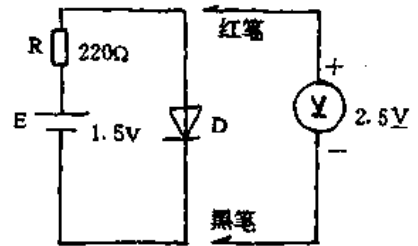

图 6-3 测量正向电压区别锗、硅二极管
(2)测量电压法。一般锗二极管的正向电压为  $0.1 \sim 0.3V$ ,硅二极管的正向电压为  $0.6 \sim 0.8V$ ,可根据其正向电压区别锗、硅二极管。如图 6-3 所示,  $D$  为普通二极管,  $E$  是  $1.5V$  干电池,  $R$  是限流电阻,取  $220\Omega$  左右。接通电路,万用表放在直流  $2.5V$  档,测量二极管的正向导通电压  $V_D$ ,如果  $V_D$  在  $0.3V$  以下则为锗管,  $V_D$  在  $0.7V$  左右则为硅管。此法的优点是判别较为准确直观,缺点是需附加元器件。